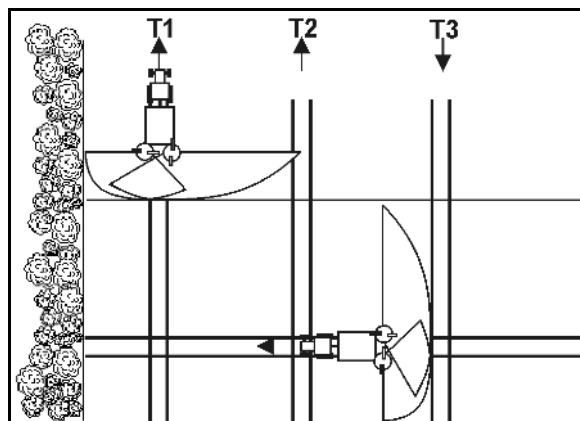

Fig. 92
- Åbn lukkeskyderen efter indkørsel i køresporet på punkt P1 (Fig. 92), hvis spredeskiverne er fjernet med strækningen X fra køresporet på forageren.
- Luk spjældet, før der køres ud fra køresporet på punkt P2 (Fig. 92), hvis spredeskiverne befinder sig i samme højde som det første sprøjtespor på forageren.